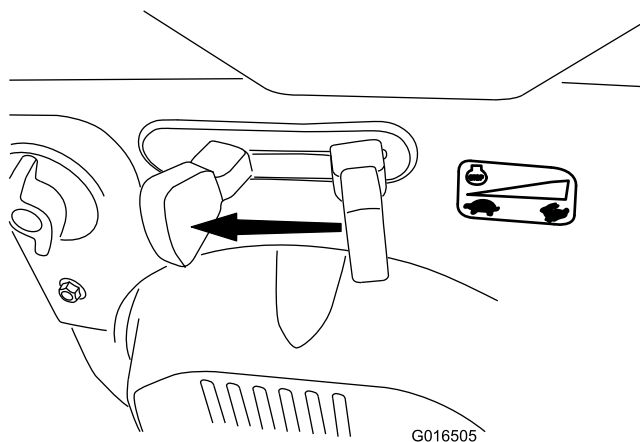

Figure 27
1. Déplacez la commande d'accélérateur en position BAS RÉGIME, puis en position ARRÊT (Figure 27) pour couper le moteur. Il est également possible de couper le moteur en tirant la clé de contact vers l'extérieur, à la position du milieu.